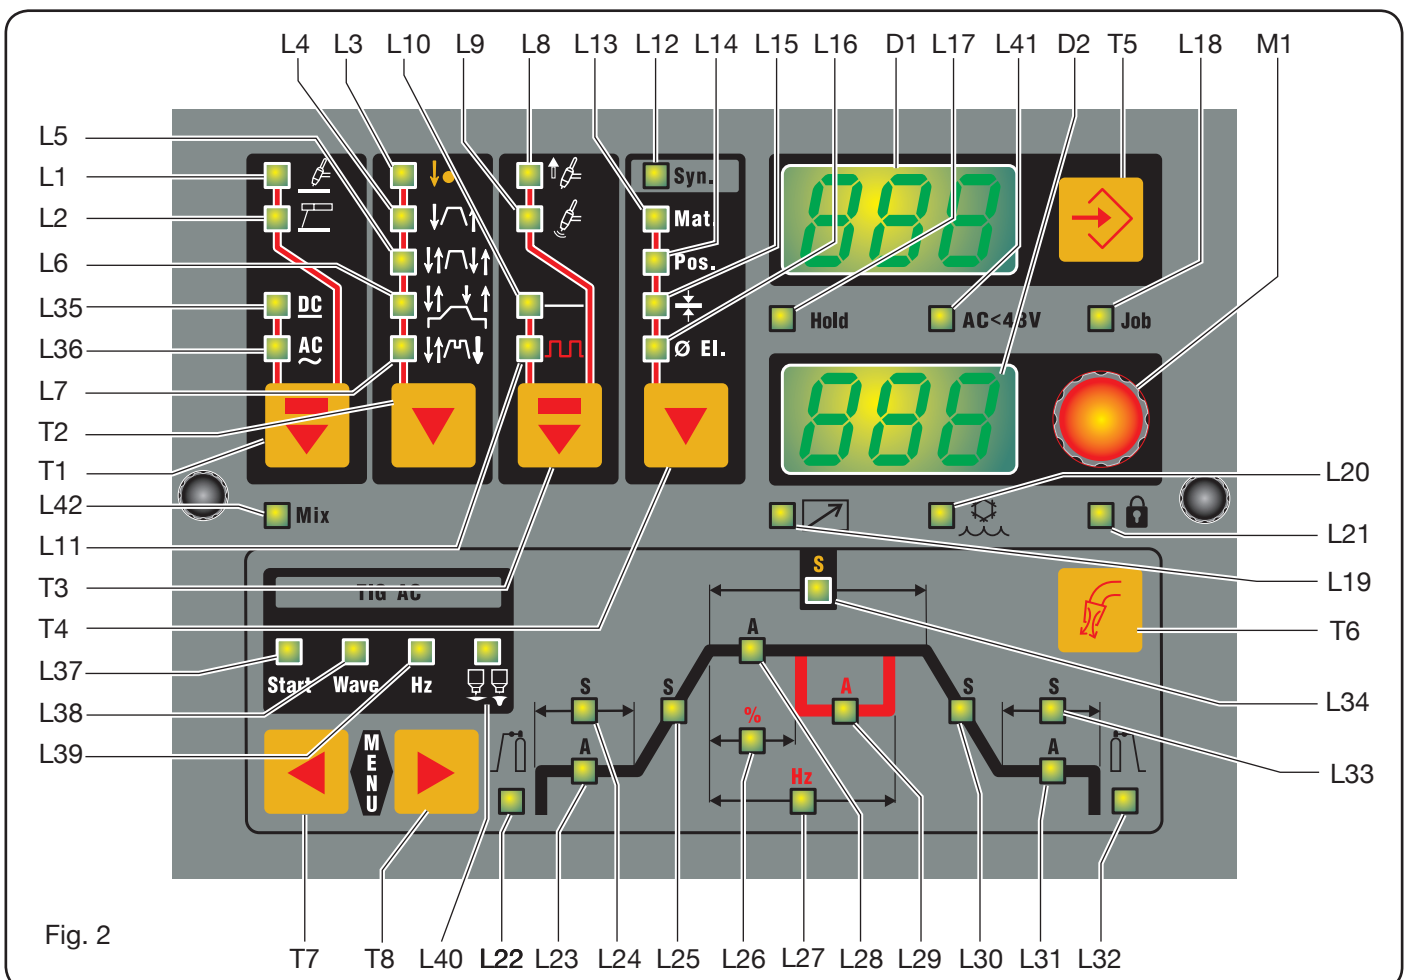

Fig. 2
3.3 CONTROL PANEL DESCRIPTION (Fig. 2).